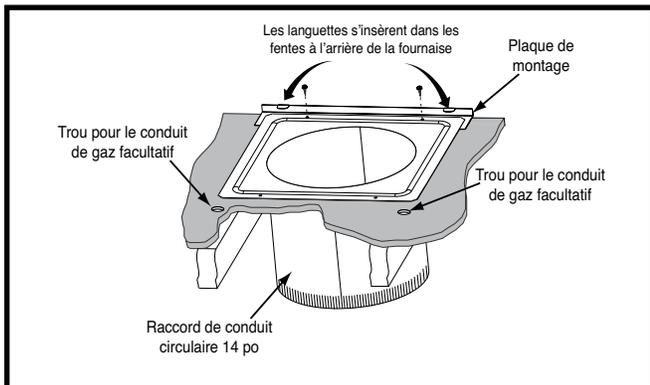

Figure 16. Raccord de conduit circulaire
2. Installez la plaque de montage (Figure 16) sous l'arrière du connecteur de conduit. **REMARQUE :** Assurez-vous que les trous de vis sont alignés dans les deux composants.